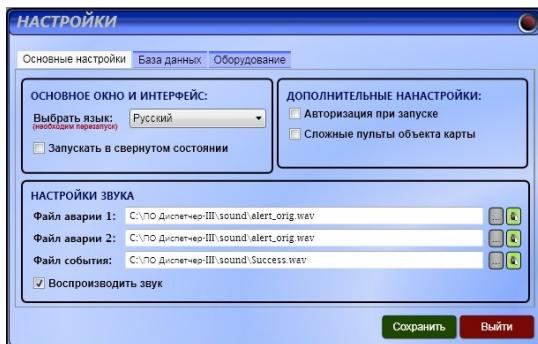

рис. 56
1.1.1. Основные настройки (рис. 56)